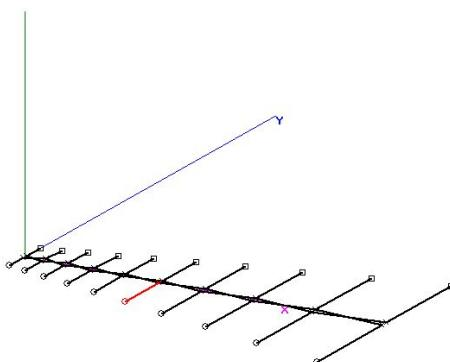

Figura 4: Herramienta de edición de elementos para la antena logarítmica.
6. Para establecer la interconexión entre cada elemento de la antena es necesario hacer edición de los elementos, para ello localice la pestaña **Vista** y para ingresar en el modo edición puede pulsar **Ctrl+W** o buscar en la pestaña de **Editar→Editar Conductor**, una vez ingresado en el modo de edición deberá ver la ventana que se muestra en la figura 4. NOTA: **Para la edición es muy recomendado seguir este vídeo con el objetivo de llevar el proceso de edición de elementos de manera adecuada, considere al final dar click en el botón OK para guardar los cambios realizados.**